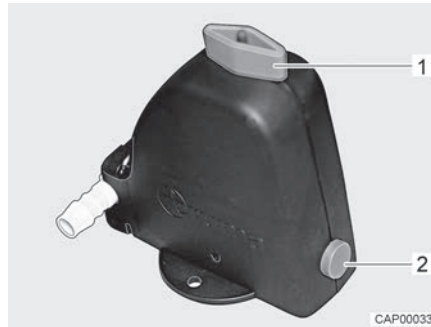
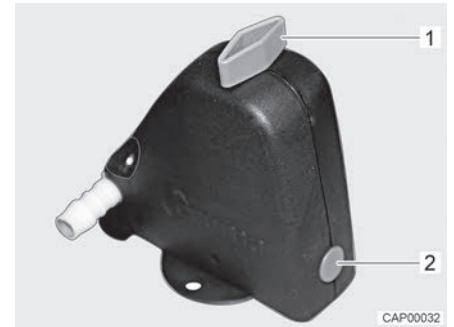

Fig. 141 Valve de sécurité et de vidange ouverte
Fig. 142 Valve de sécurité et de vidange fermée
- Fermer la valve de sécurité et de vidange. Tourner pour cela le bouton rotatif (Fig. 141,1) dans le sens transversal par rapport à la valve de sécurité et de vidange et enfoncer le bouton-poussoir (Fig. 141,2). La valve de sécurité et de vidange fermée est représentée à la Fig. 142. Lorsque la température descend en dessous de 6 °C, la valve de sécurité et de vidange ne peut pas être fermée.